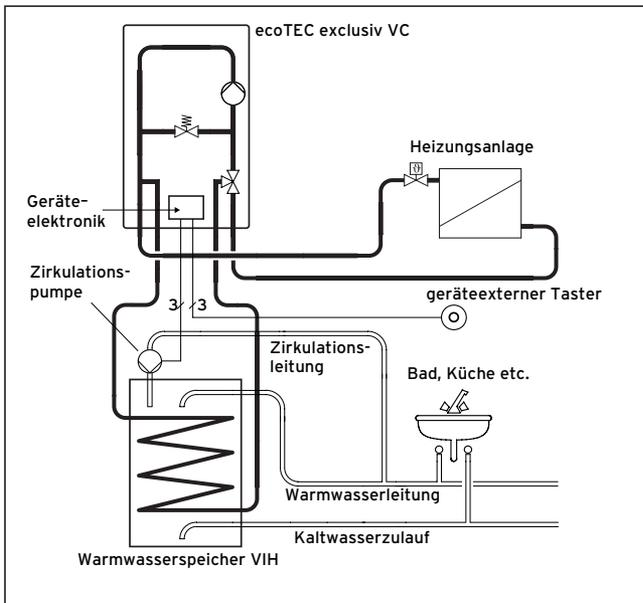
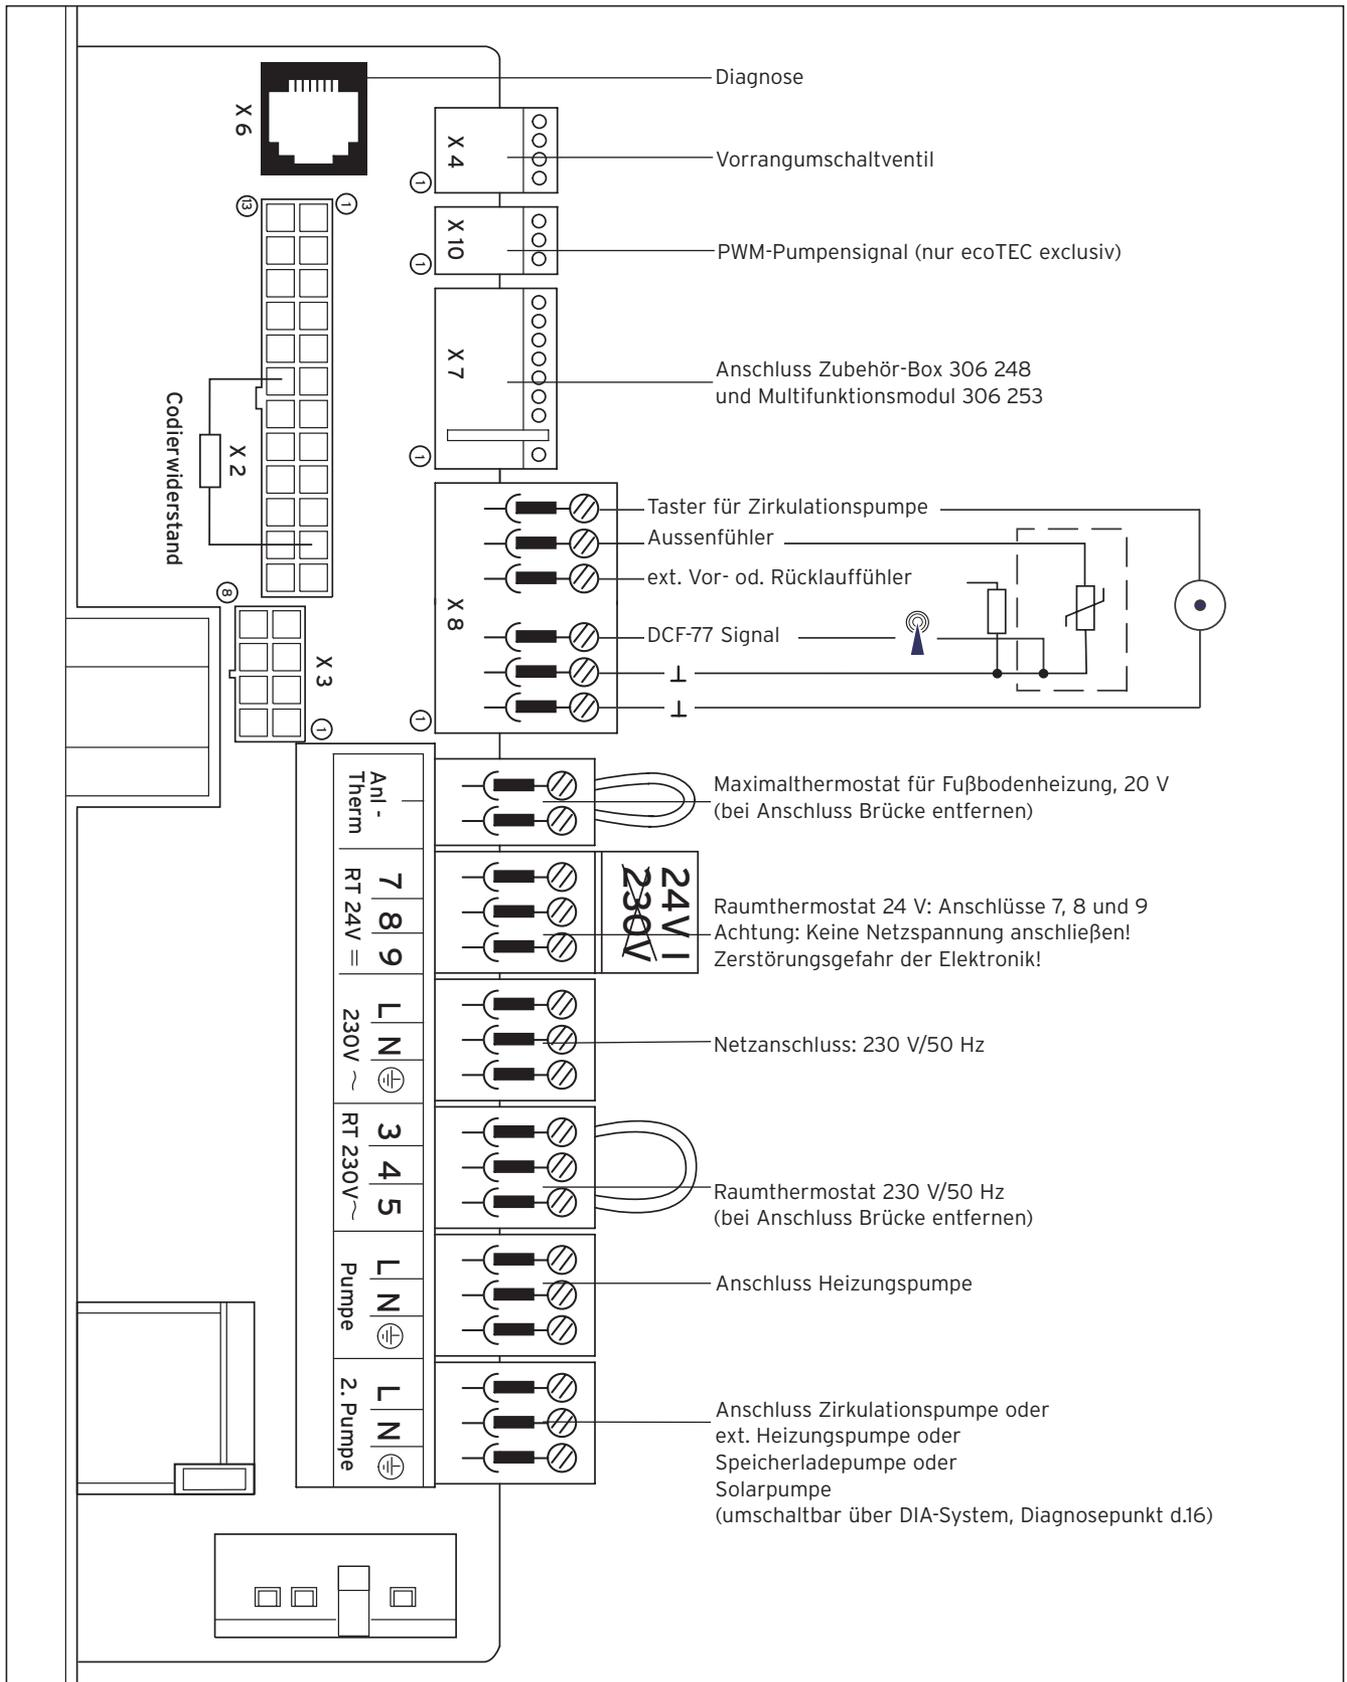

Abb. 4.9 Bedarfsabhängige Ansteuerung einer Zirkulationspumpe
Abb. 4.10 Anschlussplan ecoTEC exklusiv VC
- Schließen Sie die Anschlusskabel entsprechend Abb. 4.10 an die Steckplätze der Elektronik an (L, N und Erde). Verwenden Sie den ProE-Stecker des entfernten Netzanschlusskabels.
- Schließen Sie die Anschlusskabel entsprechend Tab. 4.2 und Abb. 4.10/4.11 an die entsprechenden ProE-Stecker bzw. Steckplätze der Elektronik an.
- Schließen Sie die Anschlusskabel entsprechend Tab. 4.2 und Abb. 4.10/4.11 an die ProE-Stecker bzw. Steckplätze der Elektronik an.
Die Elektronik des ecoTEC exklusiv bietet die Möglichkeit, die Zirkulationspumpe eines Warmwasserspeichers bedarfsgerecht (ähnlich wie ein Treppenlichtautomat) anzusteuern (s. Abb. 4.9). Die Ansteuerung erfolgt über einen bauseits zu stellenden, geräteexternen Taster, der an einer beliebigen Stelle in der Wohnung, z. B. Bad oder Küche, installiert sein kann. Der Taster wird an Klemmen X8/1 und X8/6 der Elektronik des ecoTEC exklusiv angeschlossen (s. Abb. 4.10). Bei Betätigung des Tasters wird die Zirkulationspumpe in Betrieb genommen. Nach 5 Minuten wird die Pumpe wieder abgeschaltet. Es können mehrere Taster parallel geschaltet werden. Unabhängig von der externen Ansteuerung der Zirkulationspumpe ist die Funktion „Ansteuerung durch programmierbare Zeitfenster“ durch einen Regler weiterhin möglich.
- Schließen Sie die Solarpumpe entsprechend Abb. 4.10 an den entsprechenden ProE-Stecker bzw. der Elektronik an.